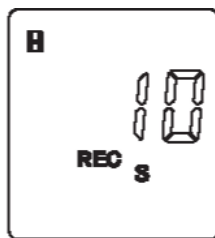

Рис.5
7. Для установки интервала времени между записями ячеек (на дисплее мигают значки  «REC» и «S» и « ») используйте клавиши  и  возможно установить от 1 до 60 секунд. (Рис.5) Время задержки устанавливается для более удобного расположения датчика и получения более точных показаний.